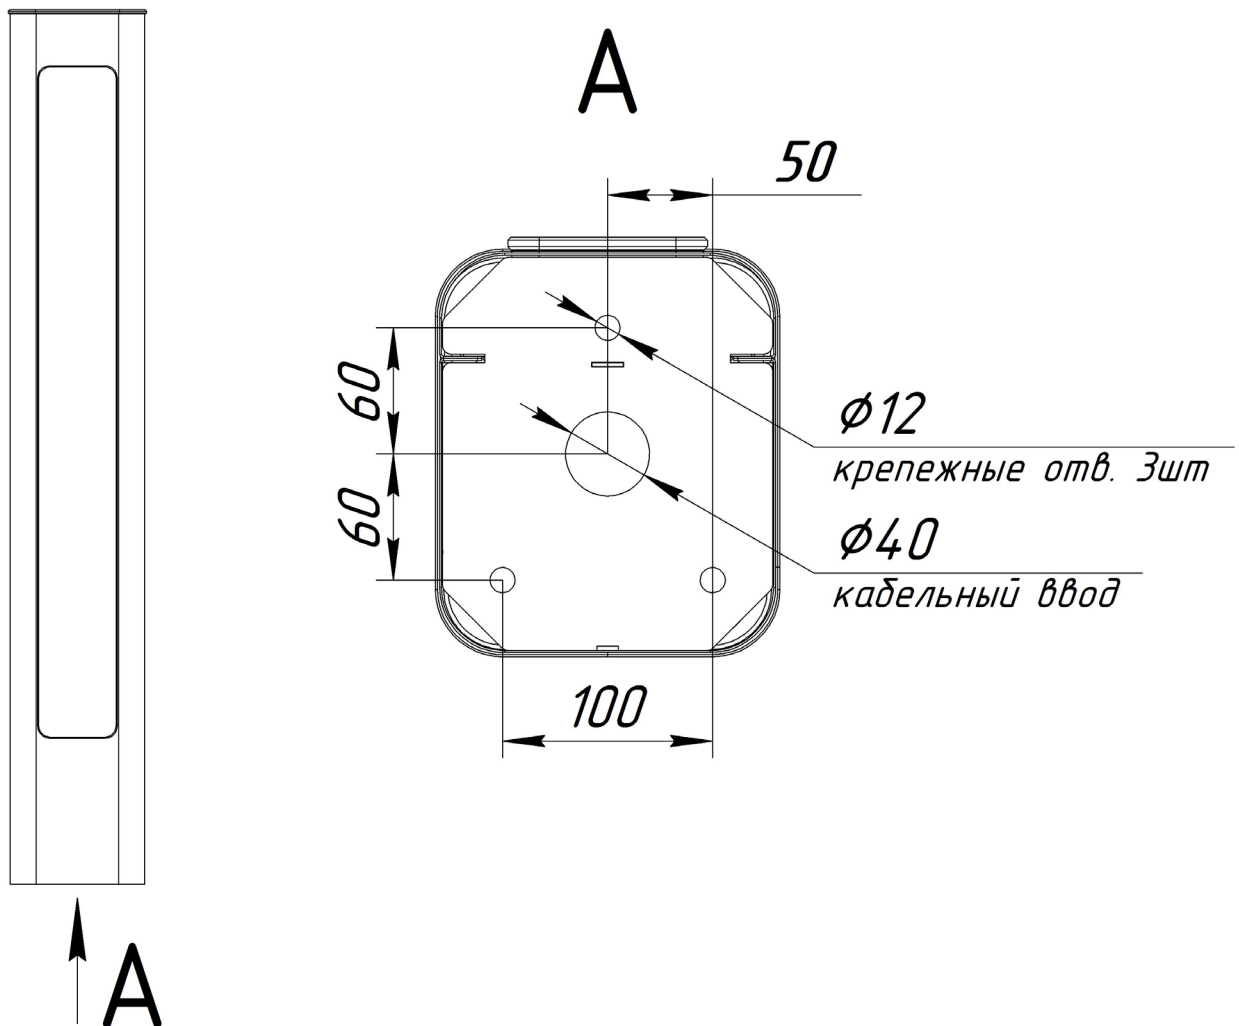

Рис. 3
- 1) Подготовить в полу отверстия под гильзы анкеров для крепления картоприемника, согласно рис. 3;
- 3) Установить картоприемник, согласно рис. 3;